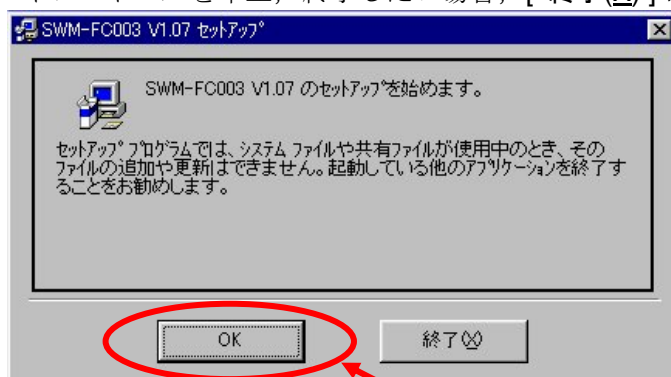

図1.2-7
- (7) [ OK ]ボタンをクリックしてください。(図1.2-7)